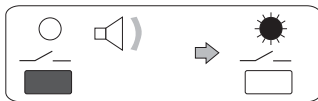

Abb. 3
- Halten Sie die Taste "**—/—**" gedrückt, bis ein kurzes akustisches Signal ertönt, und lassen Sie die Taste danach wieder los: die Steuerung ist eingeschaltet und die entsprechende LED leuchtet anhaltend auf (Abb. 3).